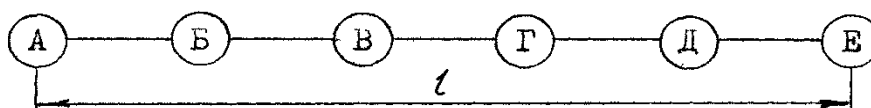

Рис.1
4. На участке движения по направлению АЕ произошла вынужденная остановка поезда на станции Г по техническим причинам (рис.1). Время вынужденной стоянки - t_T , ч.
На рис. 1 станции Б, В, Д - промежуточные с предусмотренными расписанием остановками поезда. Расстояние между станциями А (формирования) и Е (оборота) l км. Известно, что ходовое время движения по отдельным участкам направления составляет
– выразить маршрутное время T_M^1 нахождения поезда на направлении для новых условий движения. Из схемы (рис.1) видно, что операции замедления перед пунктами Б, В, Г, Д и Е и разгона поезда после пунктов А, Б, В, Г и Д выполняются по 5 раз. Следовательно, общие затраты времени на замедление и разгон поезда составляют $5(t_3 + t_p)$ часов.